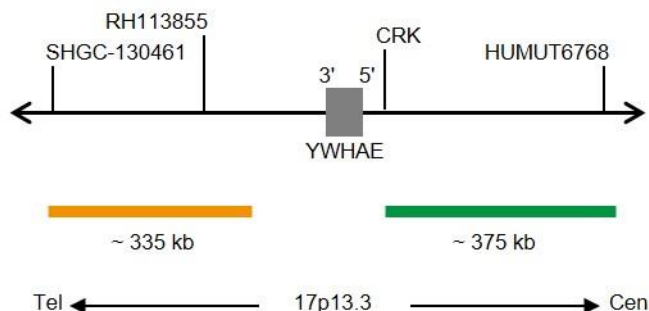

Fig. 1 : Carte de la sonde SPEC YWHAE (pas à l'échelle)
- Polynucléotides marqués au ZyGreen (excitation 503 nm/émission 528 nm) (~10 ng/μl), qui ciblent des séquences cartographiées en 17p13.3\* (chr17:1,339,752-1,716,668) à proximité de la région du point de rupture YWHAE (voir figure 1).
- Polynucléotides marqués au ZyOrange (excitation 547 nm/émission 572 nm) (~4,5 ng/μl), qui ciblent des séquences cartographiées en 17p13.3\* (chr17:791,171-1,124,746) distales de la région du point de rupture YWHAE (voir figure 1).